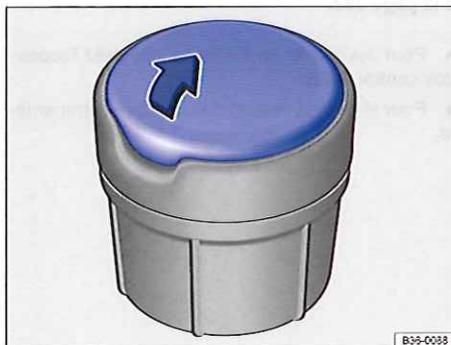

Fig. 132 Cendrier amovible
- Pour *ouvrir* le cendrier, soulevez le couvercle → fig. 132 dans le sens de la flèche.